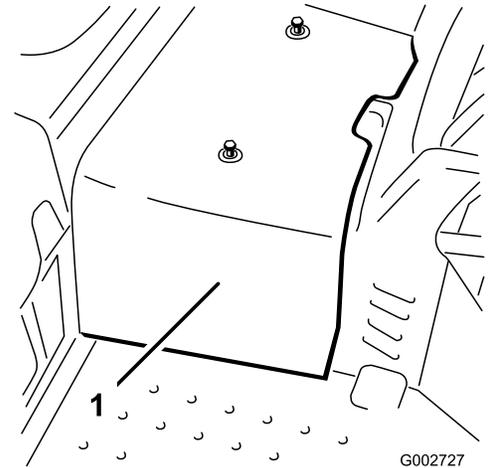

Bild 35
2. Lösen Sie die zwei Schrauben, mit denen die mittlere Haube an der Maschine befestigt ist, und nehmen Sie die Haube ab (Bild 35).